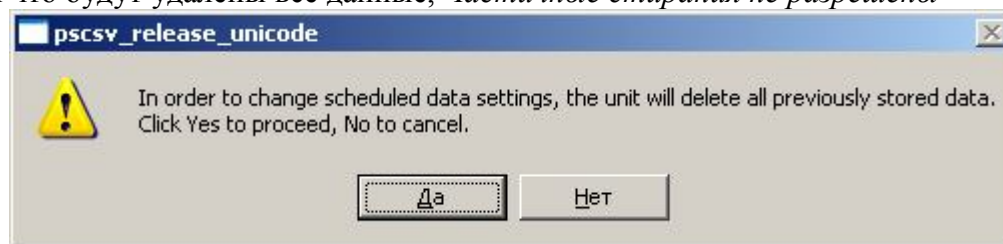

Рисунок 71
10.2.10 Перед очисткой флэш-памяти программа выдаст предупреждение, рисунок 71, о том что будут удалены все данные, *Частичные стирания не разрешены*